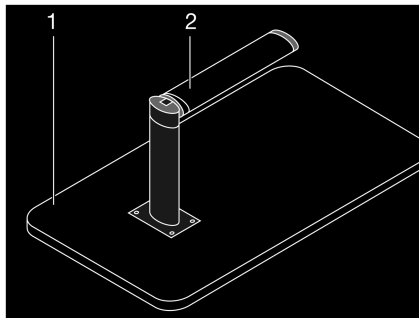

Fig. 53 Sommier de lit
- Soulever légèrement le plateau de table (Fig. 53,1) à l'avant d'env. 45°.
- Tirer la partie inférieure du pied de table (Fig. 53,2) vers le bas et le rabattre de 90°.